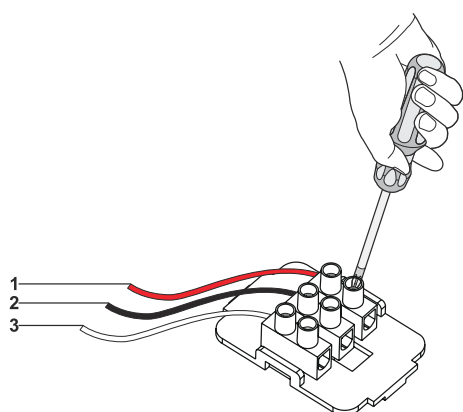

Fig. 17
- 1. ➤ **NC / COM:** När dessa 2 anslutningar används och fläkten stängs av kommer fläkten skicka en signal till den anslutna enheten (Fig. 17).
- 2. ➤ **NO / COM:** När dessa 2 anslutningar används och fläkten sätts på kommer fläkten skicka en signal till den anslutna enheten (Fig. 17).